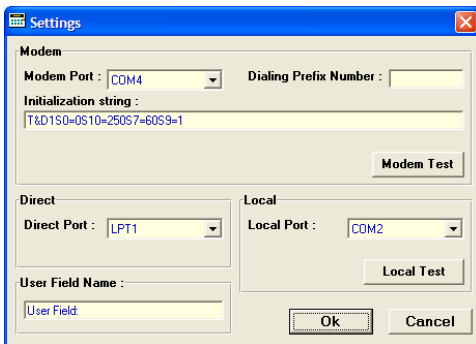

Figura 3 – Ajuste del Modem y del Puerto Local
4. En el Menú de herramientas seleccione Ajuste (Settings) (consulte la Figura 3)